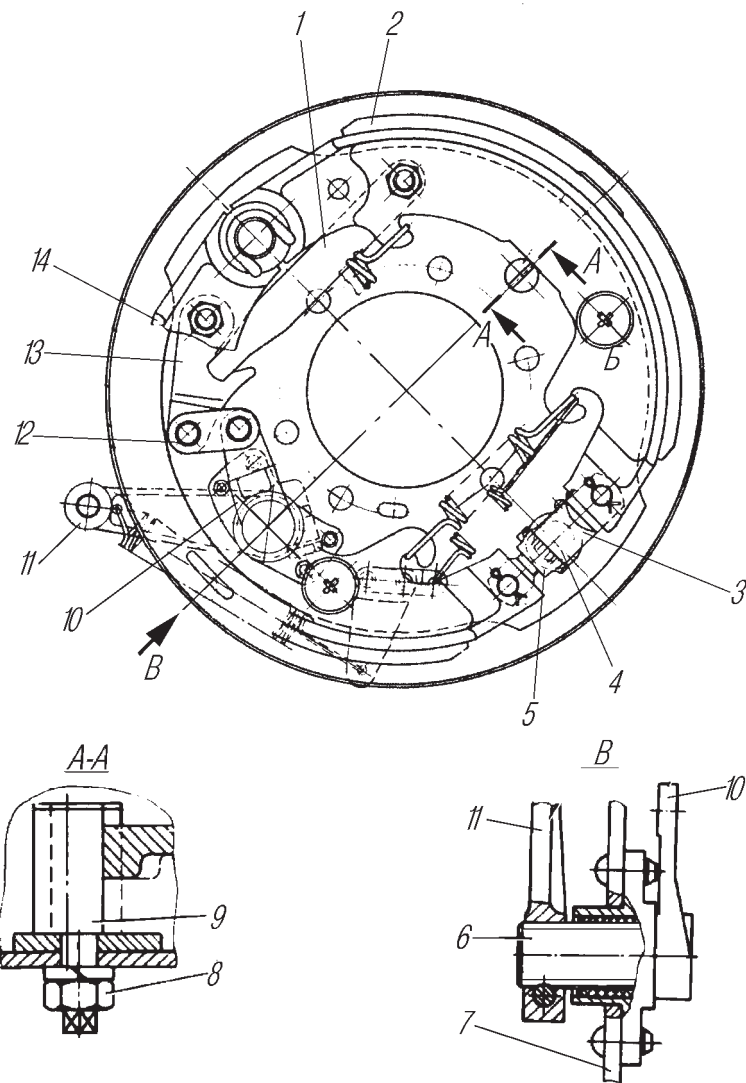

Рис. 83. Тормоз стояночный:
При торможении усилие передается от регулировочного рычага 11 (рис. 83) через рычаг 10, серьгу 12 на разжимной рычаг 13.
3. Отрегулируйте зазор между правой колодкой и барабаном, для чего ослабьте на пол-оборота стопорную гайку 8 (см.рис. 83) на эксцентриковом пальце 9 со стороны щита и, поворачивая палец ключом по часовой стрелке, установите зазор 0,3-0,5 мм. Зазор проверяйте щупом через щель в отражателе тормоза. Стопорную гайку затяните, предотвращая поворот пальца.